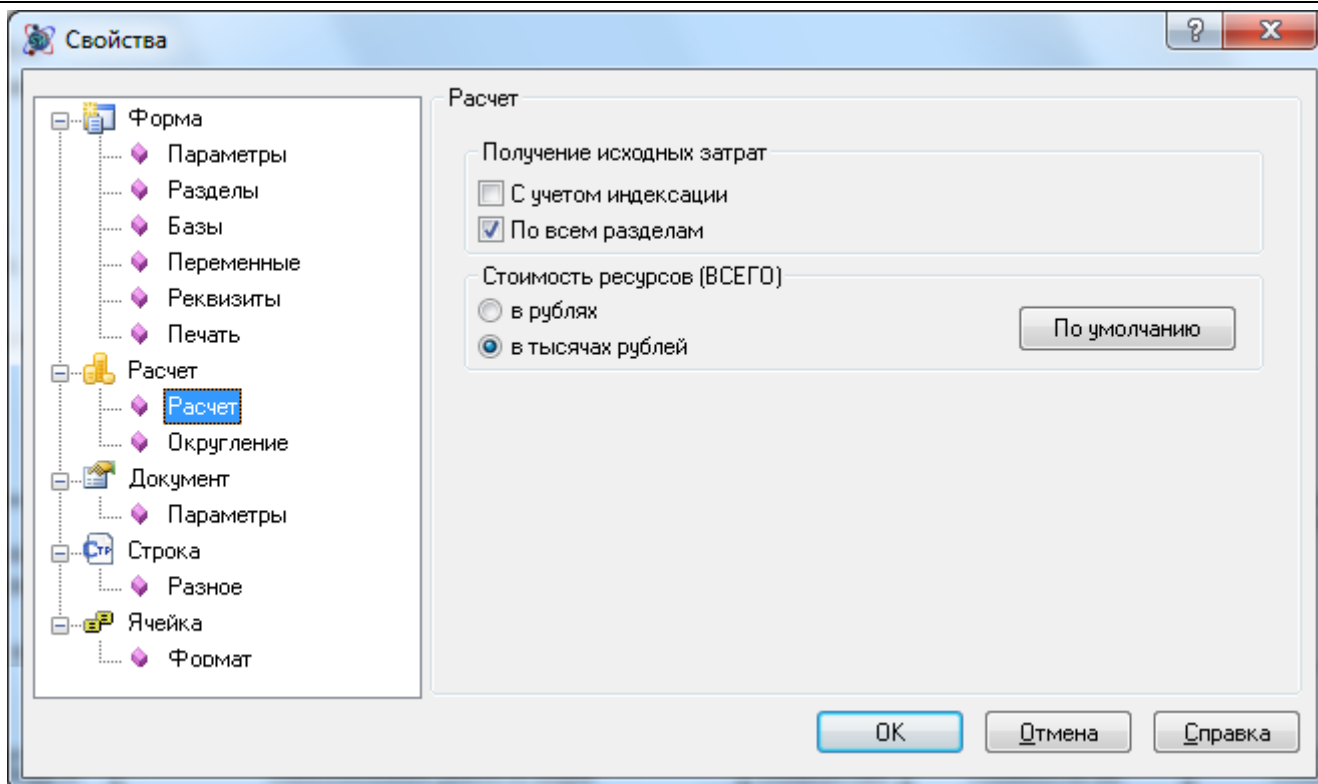

Рис. 4.54 Свойства расчета потребности в материалах и изделиях
При помощи раздела Расчет/Параметры (рис. 4.54) диалогового окна *Свойства* можно задать следующие свойства расчета потребности в материалах и изделиях.
1. На вкладке **Коэффициенты к расценкам** диалогового окна **Определители** (см. рис. 4.54) введите нужные коэффициенты.